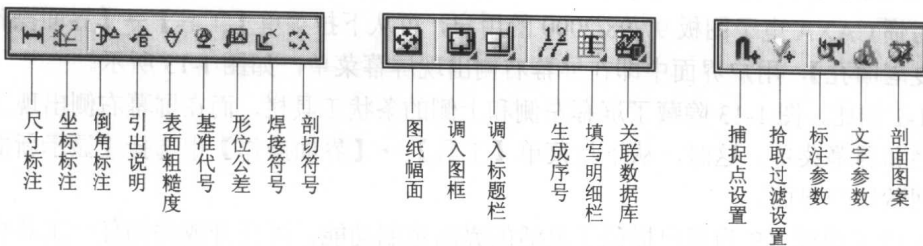

图 1-9 “标注工具”工具栏 图 1-10 “图幅操作”工具栏 图 1-11 “设置工具”工具栏
(7) “标注工具”工具栏 标注工具工具栏提供了尺寸及各种符号标注的各种命令，如图 1-9 所示。